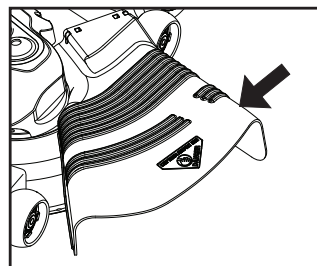

Fig. 21
**PRECAUCIÓN:** No opere la segadora sin, ya sea, el recogedor de césped completo en las segadoras así equipadas o con la protección contra la descarga (S) en su lugar. (Vea Fig. 21)